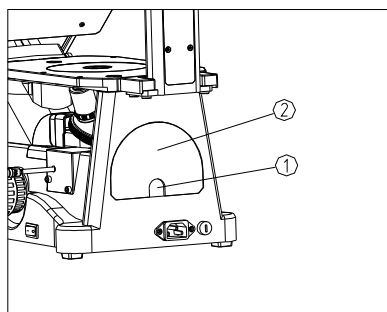

图 6
- (1) 用手指勾住基座后盖②上的孔①,拉出基座后盖。(如图 6)